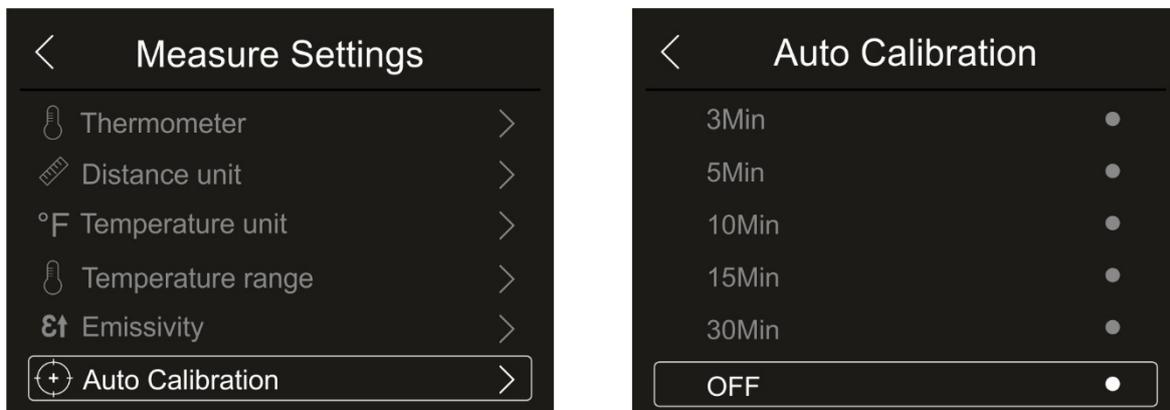

Fig. 29: Menú Auto Calibración
1. Toque el texto “Auto Calibración” para ejecutar el impostación de tiempo de autocalibración interna. Se muestra la Fig. 29 – parte derecha: